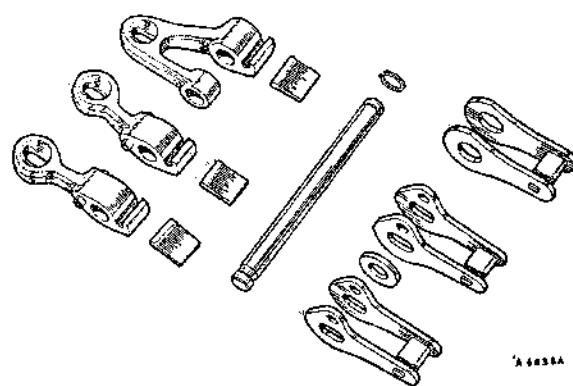

Fig. Fa.50
- (6) Lubricar las juntas de hermetismo y acoplar los pistones en los orificios correspondientes (los rebordes de los retenes mirando hacia abajo).
- (7) Acoplar los muelles y la tapa.
- (8) Sujetar la tapa en posición y poner los tornillos de fijación.
- (9) Colocar las cuñas, arandela(s), palancas de reacción y palancas del servo, siguiendo a la inversa el orden en que se desmontaron (Figs. Fa. 50, 52 y 53).